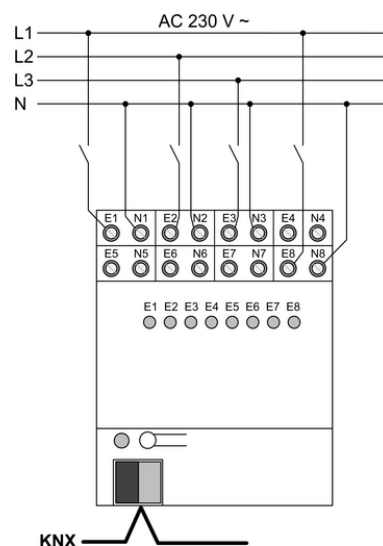

Figure 3: Exemple de raccordement des entrées binaires 230 V
- Raccorder l'appareil selon l'exemple de raccordement (figure 3). Raccorder le potentiel de référence **N** séparément pour chaque sortie.